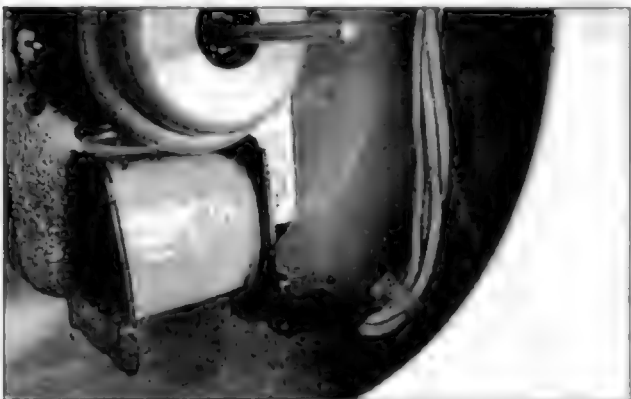

Рис. 2.6.10
- Проверяют, не касается ли клемма или жгут проводов облицовки камеры (рис. 2.6.10).